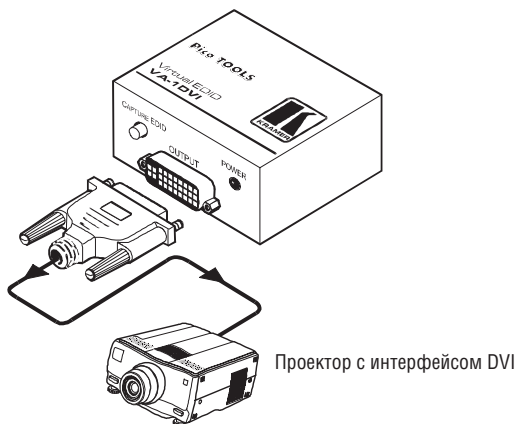

Рис. 2. Подключение VA-1DVI к устройству отображения для считывания EDID
Подключение **VA-1DVI** к устройству отображения информации для считывания EDID иллюстрирует рис. 2:
2. Подключите выход источника питания к разъему питания **12V DC**, а источник питания к розетке электросети (не показано на рис. 2). Убедитесь, что светодиод **POWER** светится. Включите питание проектора.